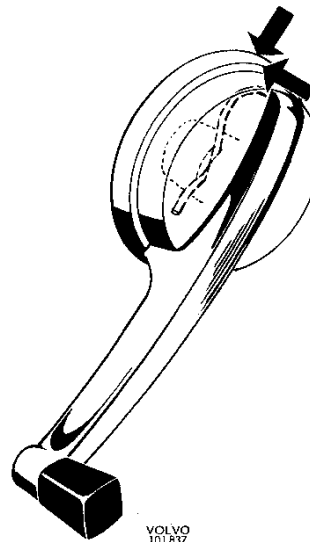

Fig. 8-8. Het verwijderen van de opdrachtcrak
2. Verwijder de raamslinger door de rozet in de richting van de bekleding en dan in dezelfde richting als de slinger (zie Fig. 8-8) te drukken. Dit maakt de klemveer vrij en de raamslinger kan nu losgenomen worden.
Zorg ervoor dat de klemveer zo gemonteerd wordt, dat zijn open einde naar de slinger wijst, zoals Fig. 8-8 laat zien.